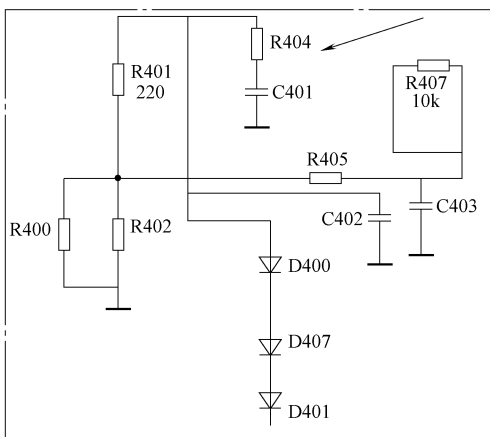

图 5-99 电阻 R404 相关电路截图
- 2) 电阻 R404 相关电路截图如图 5-99 所示。